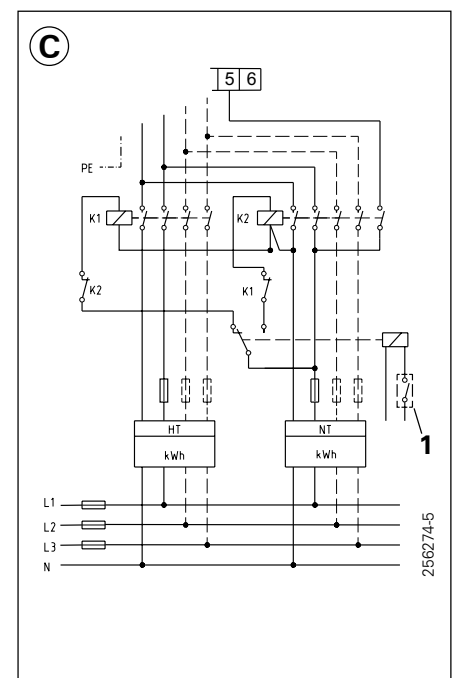

Abb. 12
- C Zwei-Zähler-Messung, Abb. 12